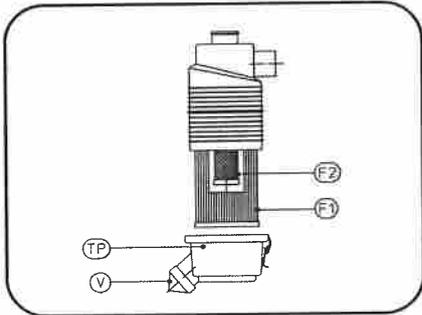
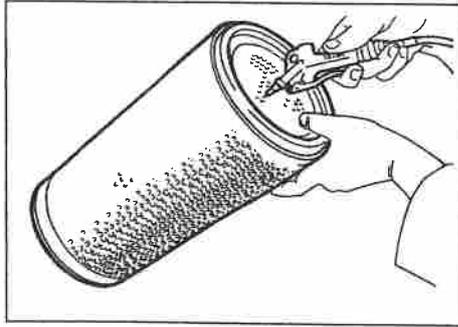

Fig. 11
Fig.16
- 2) Prestar atención especial al filtro de aire. Presionar la válvula de evacuación V para sacar el polvo acumulado en el interior y limpiar todo el exterior, especialmente la boca de aspiración. (Fig. 11).
- 2) Limpiar el filtro de aire (Fig.16) Antes de soltar la tapa TP, presionar la válvula V para sacar el polvo acumulado. Desmontar la tapa TP y sacar los filtros F1 y F2 y limpiarlos con aire a presión (Fig.11). Limpiar el interior del cuerpo del filtro y todo el exterior. Cada 5 limpiezas SUSTITUIR los elementos filtrantes F1 y F2. Al realizar el montaje asegurarse del correcto encaje de la tapa TP.